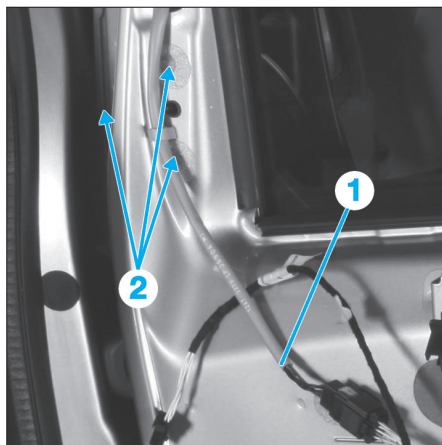

Fig. 59
- Débrancher le connecteur (1) (Fig.59).
- Déposer les trois vis de fixation (2) du rétroviseur extérieur.